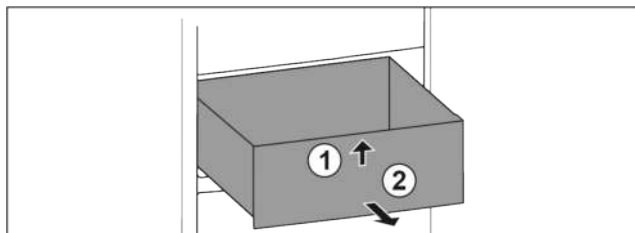

Fig. 13
- Vorne anheben Fig. 13 (1).
- Nach vorne entnehmen Fig. 13 (2).